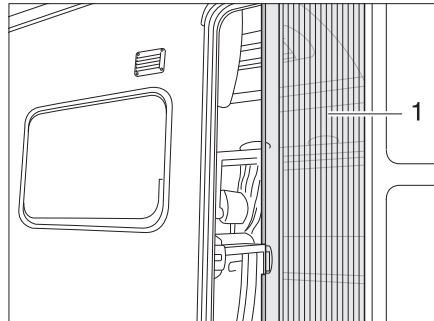

Bild 23 Insektenschutz
- Schließen:** ■ Insektenschutz an der Leiste (Bild 23,1) ganz herausziehen.
- Öffnen:** ■ Insektenschutz an der Leiste (Bild 23,1) in Ausgangsstellung zurückschieben.